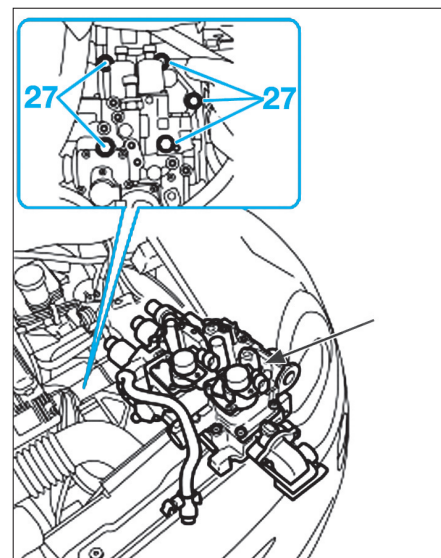

Fig. 57
- Dévisser les vis (27) et déposer le groupe hydraulique (Fig.57).